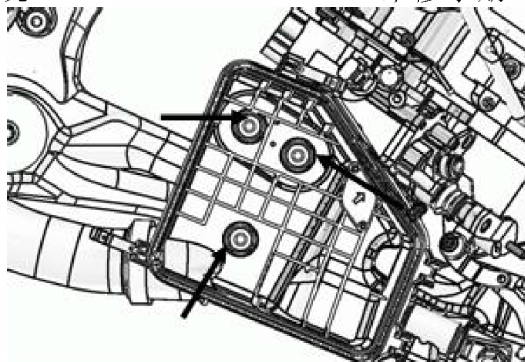

图 10
2.8.2 拆下空气滤清器下壳体安装在左悬置支座上的 3 个螺栓后 (如下图 10 所示), 即可取下空气滤清器下壳体。